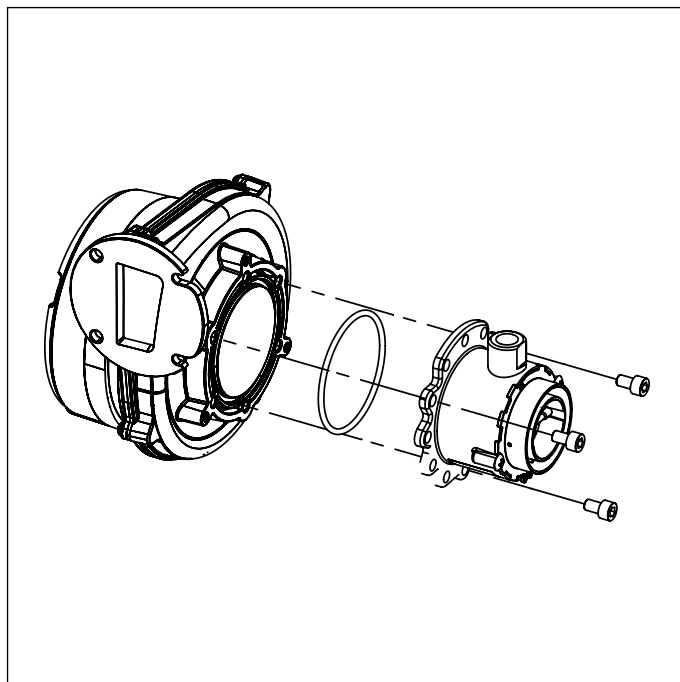

Fig. 27 Miscelatore
- Rimuovere il miscelatore svitando le tre viti a brugola (vedi Fig. 27 Miscelatore).